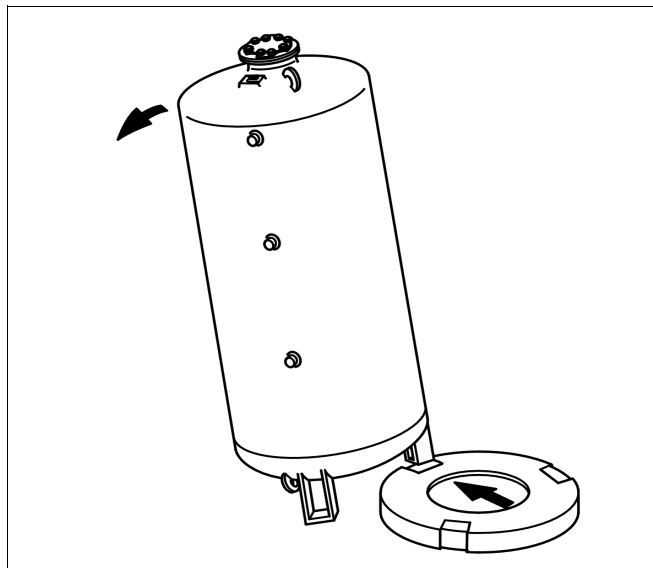

Fig. 5
- Ribaltare leggermente il corpo dell'accumulatore e spingervi sotto il disco termoisolante di base (fig. 5).